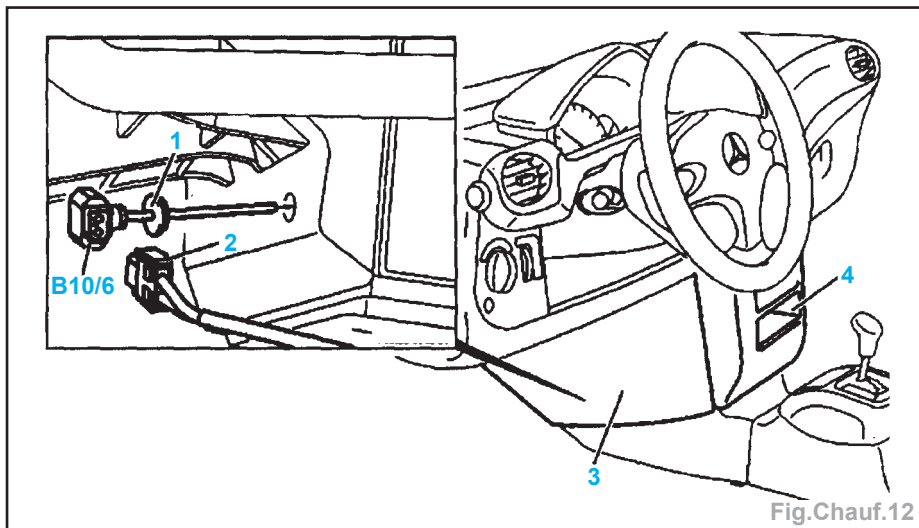

Fig.Chauf.12
- Déconnecter la fiche (2) du capteur (Fig.Chauf.12).